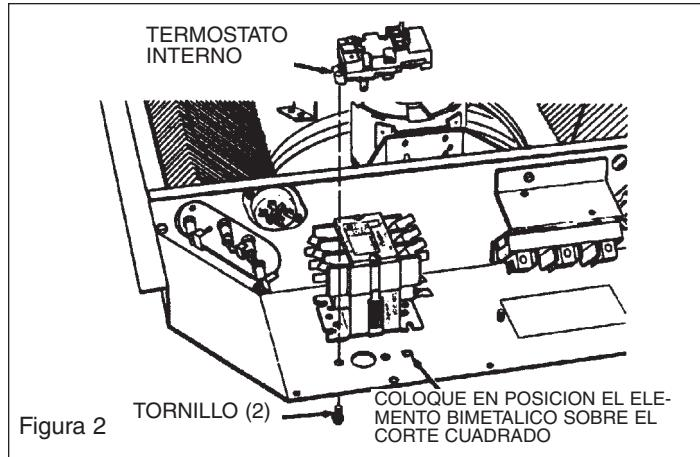

Figura 2
- Instale el Termostato Interno en el calentador según se muestra en la Figura 2.